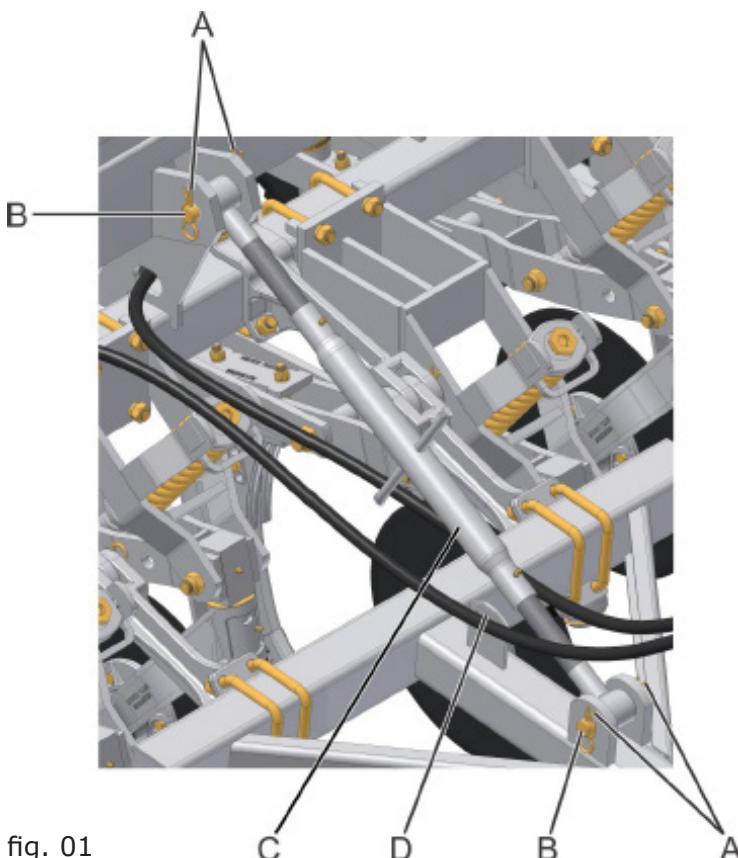

fig. 01
Para suspender o cabeçalho, retire os pinos trava "R" (A) dos pinos (B) do braço terceiro ponto (C). Remova os pinos (B) e retire o braço terceiro ponto (C) (fig. 01).